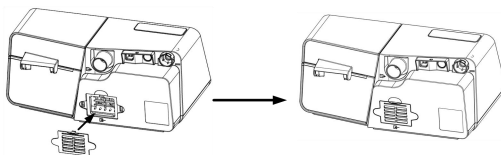

Fig. 12-2
(2) Installare il tappo del filtro contenente il filtro dell'aria al dispositivo principale, come mostrato nella Fig. 12-2.